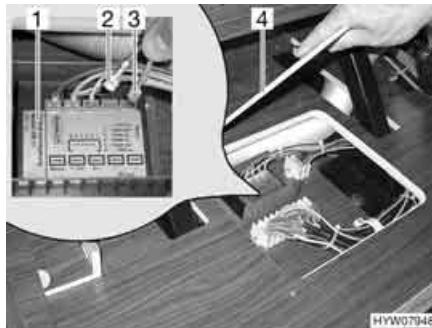

Fig. 84 Apparecchio di controllo per chiusura centralizzata nel blocco cucina
- Rimuovere la copertura (Fig. 84,4) dall'apparecchio di controllo.
- Nell'apparecchio di controllo (Fig. 84,1) estrarre i cavi "ZV+" (blu) (Fig. 84,3) e "ZV-" (marrone) (Fig. 84,2).